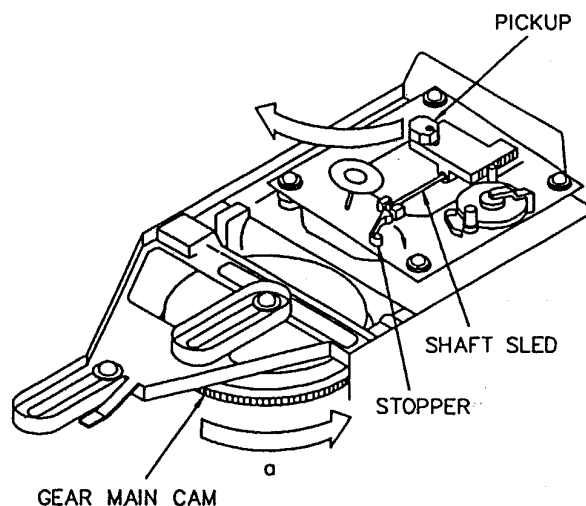

Figure 1
- 2) GEAR MAIN CAMを反時計方向（“a” の方向）に回し、figure 1のようにCD効を持ち上げる。
- 5) CD効をfigure 1のように上げて、SHAFT SLEDを取り付ける。
- 2) Turn GEAR MAIN CAM to the counterclockwise (arrow “a”) direction, and lift up CD mechanism. (figure 1)
- 5) Lift up CD mechanism (figure 1), and Reassemble the SHAFT SLED.